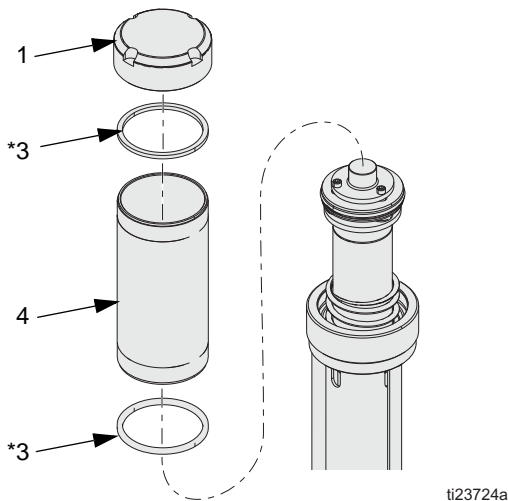

FIG. 10
1. Déposer le bouchon (1), le cylindre (4) et les joints carrés (3*) Vérifier si aucune des pièces n'est endommagée, y compris le ressort sous le bouchon (pas montré sur FIG. 10) et remplacer les pièces endommagées. Voir FIG. 10. Dévisser à la main ou avec une clé à chaîne pour ne pas déformer la forme du cylindre.